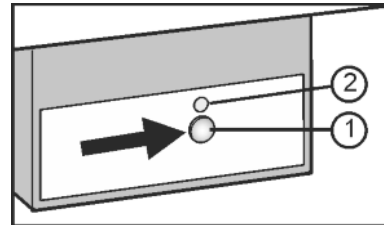

Fig. 18
- ▶ Taste On/Off Fig. 18 (1) drücken, so dass die LED Fig. 18 (2) leuchtet.